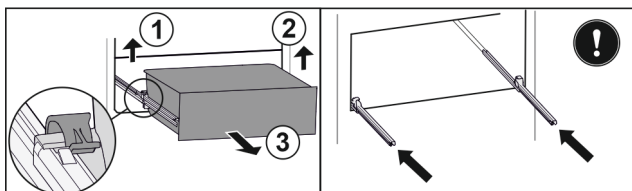

Fig. 217
- Linke Klemme anheben und gleichzeitig Schubfach links nach vorne ziehen. Fig. 217 (1)
- Rechte Klemme anheben und gleichzeitig Schubfach rechts nach vorne ziehen. Fig. 217 (2)
- Schubfach nach vorne entnehmen. Fig. 217 (3)